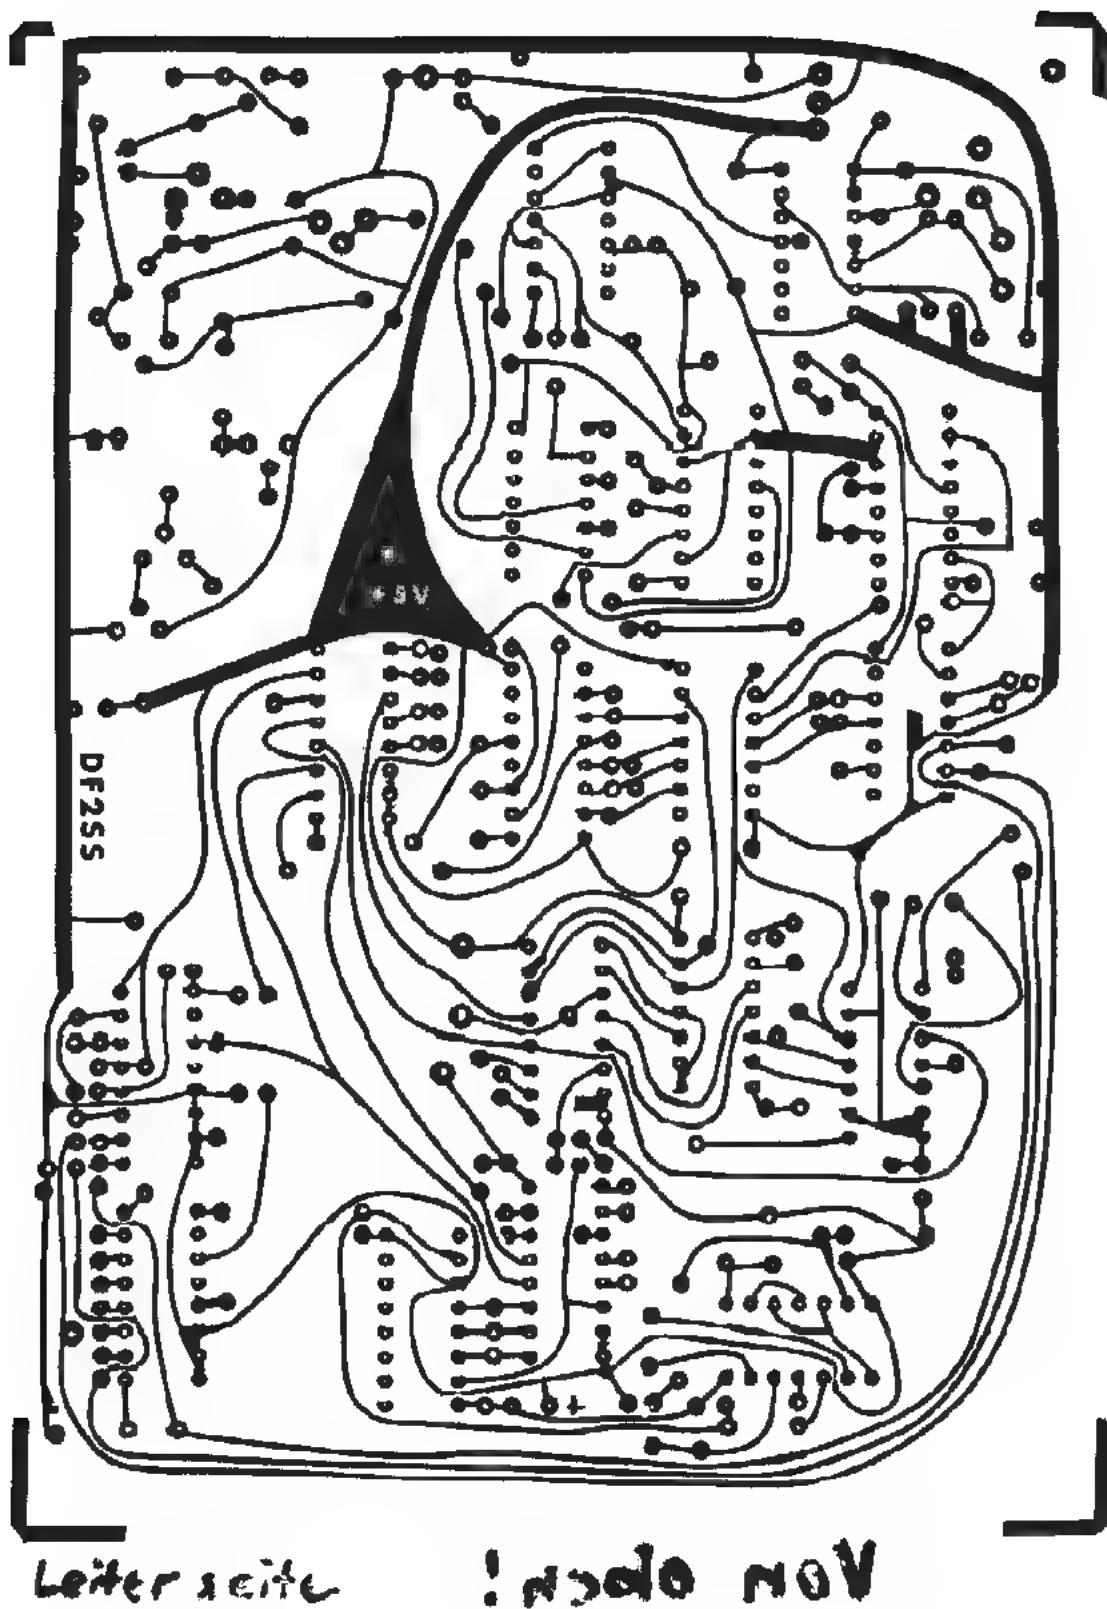
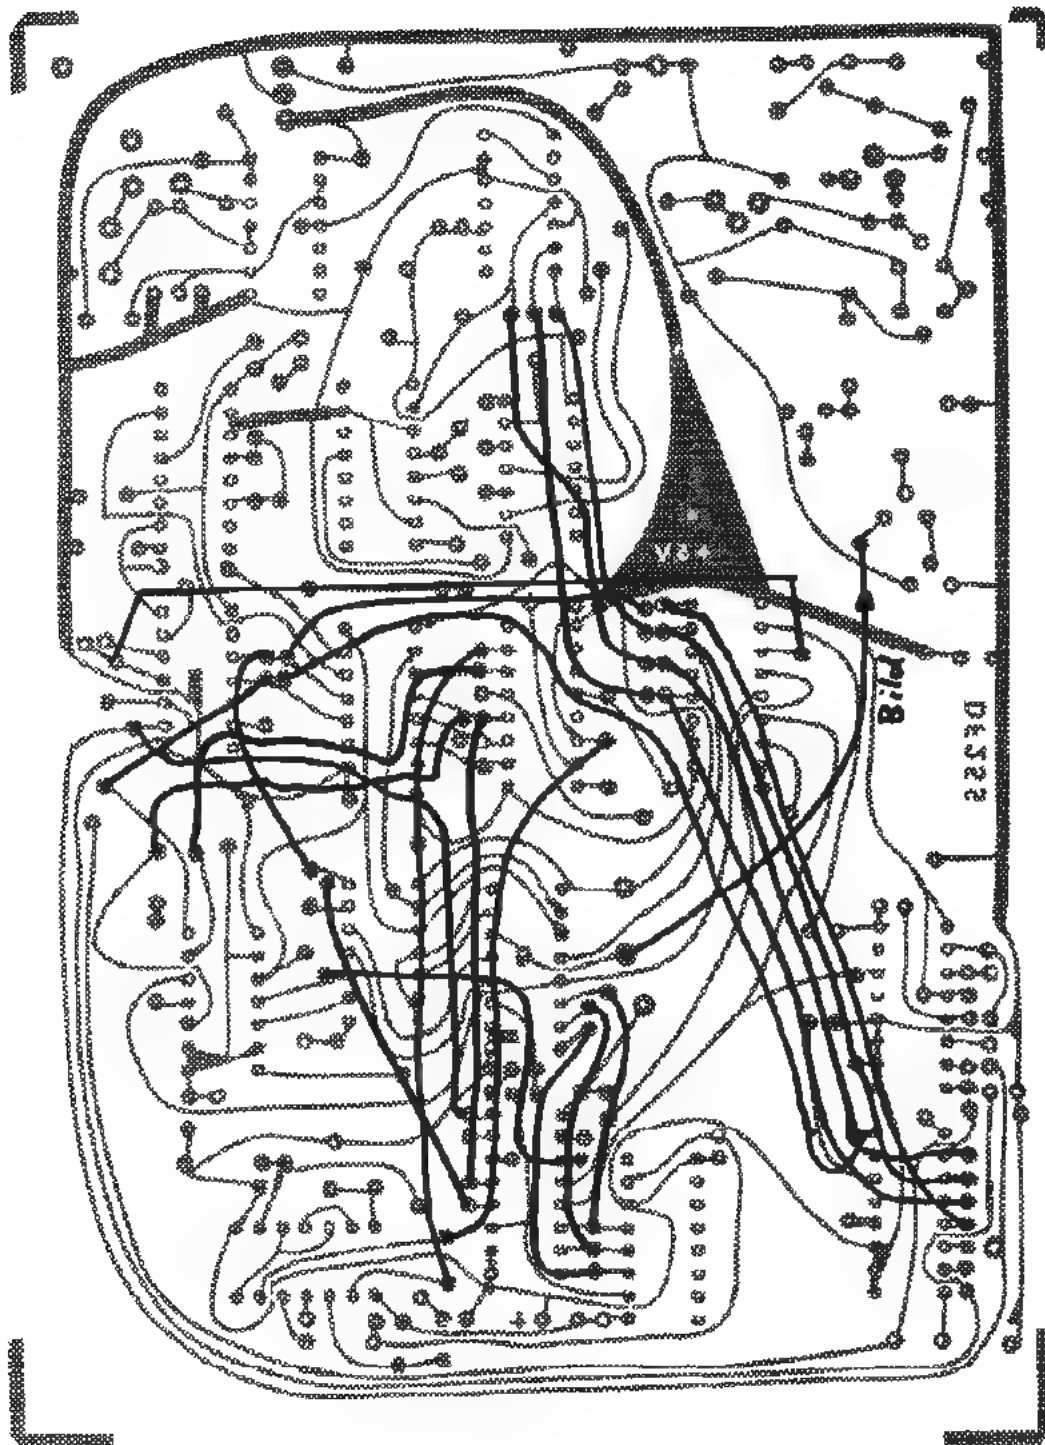

Bild 19 Die Leiterplatte im Maßstab 1:1
Bild 20
Aufbau des Gerätes: Das Gerät ist auf einer Leiterplatte des Formats 110x160 mm aufgebaut. Um eine Selbstherstellung zu ermöglichen, ist diese nur einseitig kaschiert. Daher werden auch relativ viele Brücken benötigt. Bild 19 zeigt das Layout der Leiterplatte, in Bild 20 und 21 sind die Bestückungspläne zu sehen. Bestückung der Leiterplatte: Wer über Erfahrung und
5. 25 Brücken aus isolierter Litze einlöten (Bild 20, nicht bündeln, um Übersprechen zu vermeiden),